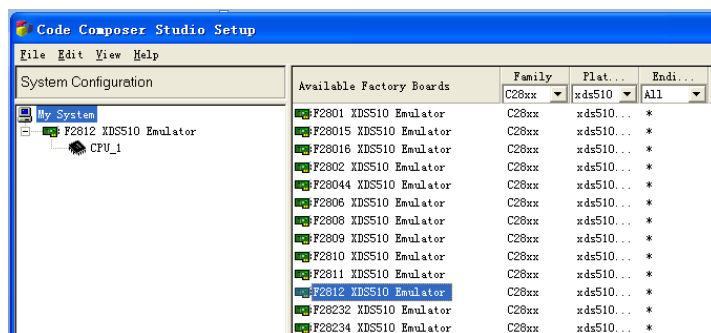

图8 硬件驱动选择
- ① 双击桌面上的Setup CCStudio v3.3。
- ② 如图8所示，选中“F2812 XDS510 Emulator”。